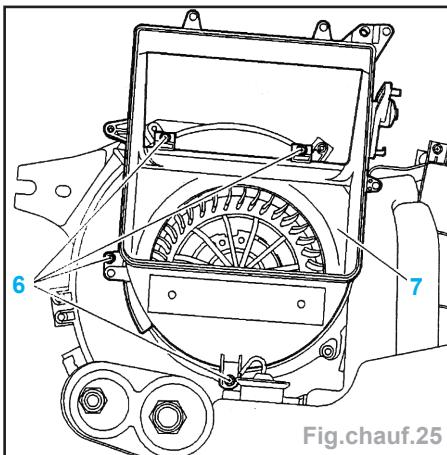

Fig.chauf.25
- Déposer les vis (6) et le couvercle (7) (Fig.Chauf.25).